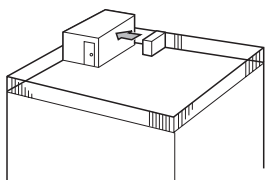

Fig. 2-4
- (1) Vend luftutløpet mot nærmeste tilgjengelig vegg, omtrent 500 mm unna vegg. (Fig. 2-4)